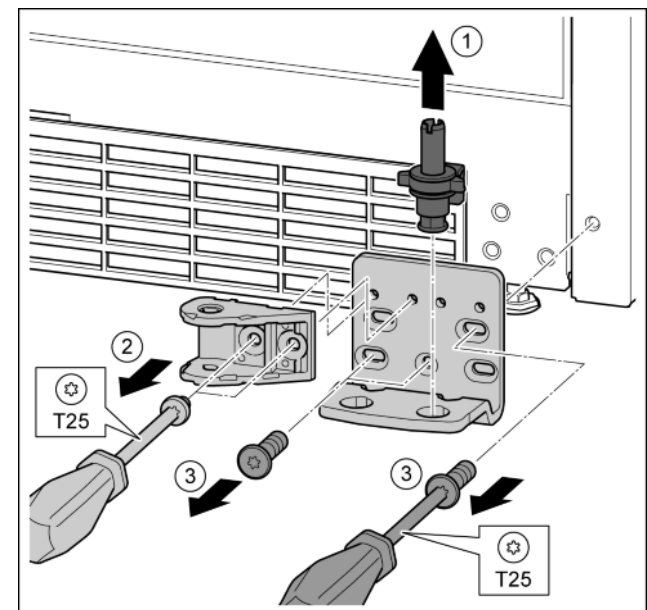

Fig. 34
- ▶ Опорний гвинт цілком витягніть рухом вгору. Fig. 34 (1)
- ▶ Викрутіть гвинти за допомогою викрутки T25 та зніміть з'єднувальний елемент демфера. Fig. 34 (2)
- ▶ Викрутіть гвинти за допомогою викрутки T25 та зніміть опорний кронштейн. Fig. 34 (3)